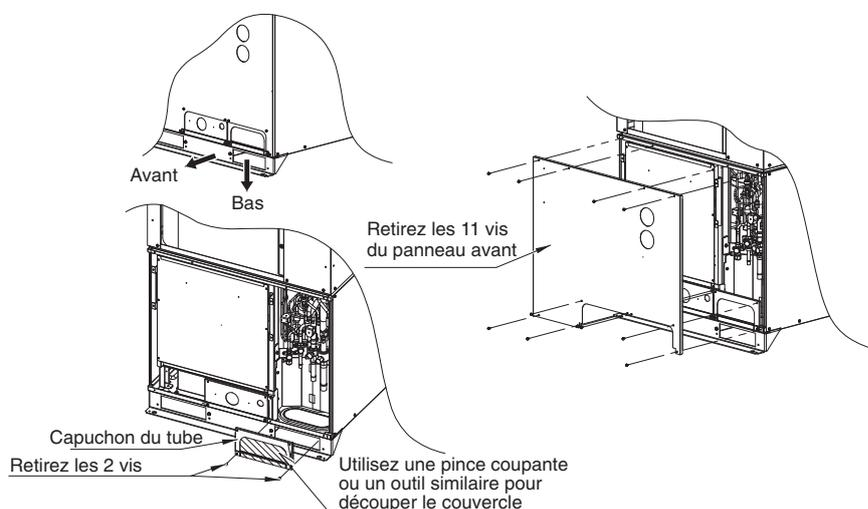

Fig. 4-6
- Les tubes peuvent être acheminés vers l'avant ou vers le bas. (Fig. 4-6)
- (1) Si les tubes sont acheminés depuis l'avant, utilisez une pince coupante ou un outil similaire pour découper la fente de sortie des tubes (partie indiquée par ) du capuchon du tube. (Fig. 4-6)